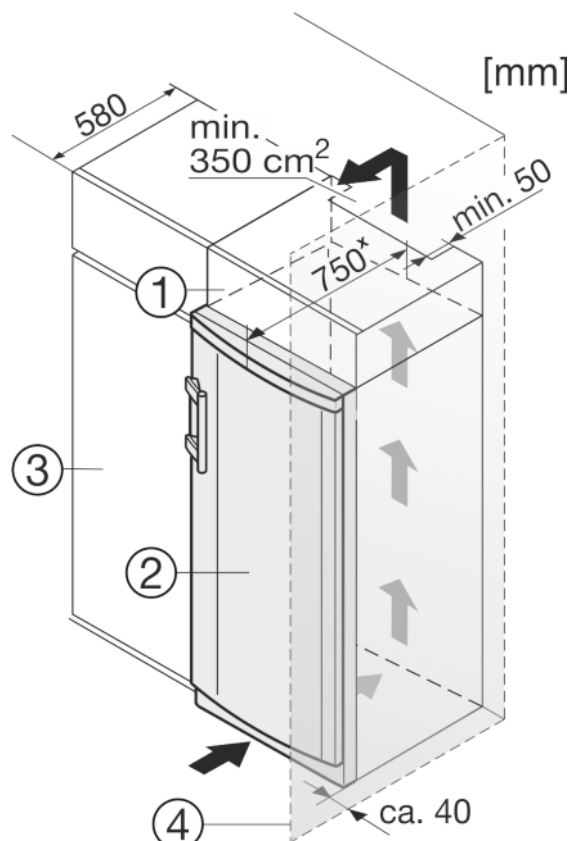

Fig. 9
Das Gerät kann mit Küchenschränken umbaut werden. Um das Gerät Fig. 9 (2) der Küchenzeilenhöhe anzugleichen, kann über dem Gerät ein Aufsatzschrank Fig. 9 (1) angebracht werden.
Wenn das Gerät mit den Scharnieren neben einer Wand Fig. 9 (4) aufgestellt wird, muss der Abstand zwischen Gerät und Wand mindestens 40 mm betragen. Dies entspricht dem Griffüberstand bei geöffneter Tür.